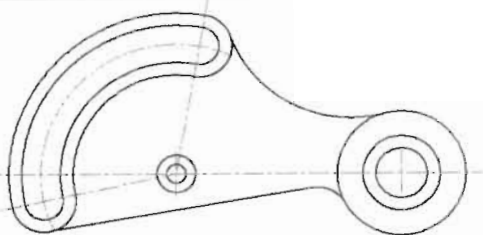

图 5-194
(14) 单击“圆角”按钮, 对直线和圆相交的位置进行圆角, 如图 5-194 所示。命令执行过程如下。